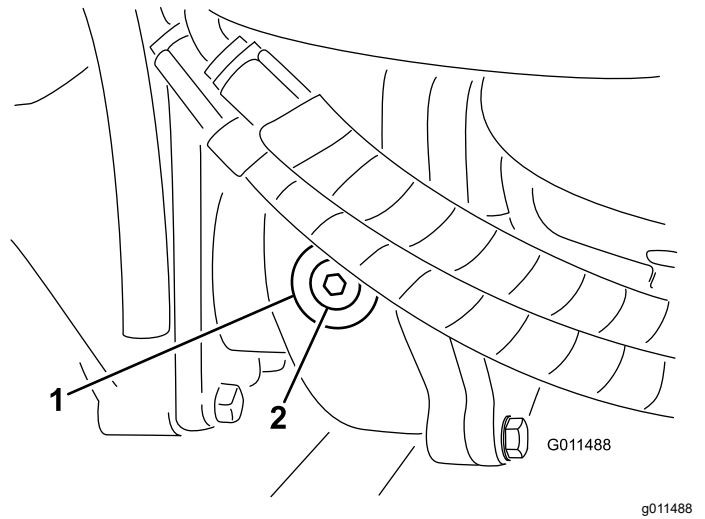

Figure 70
2. Enlevez le bouchon de contrôle/remplissage du côté gauche du boîtier d'engrenages et vérifiez que le lubrifiant atteint la base de l'orifice (Figure 70).